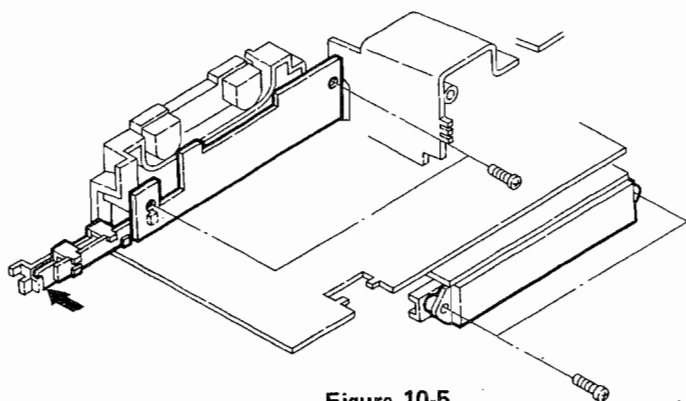

Figure 10-5
1. Remove two screws at the APSS P.W.B. and Indicator (LED) P.W.B. holder at the main frame. See Fig. 10-5.
3. Remove two screws at the input/output terminal board. See Fig. 10-5.
1. Die beiden Schrauben der APSS-Leiterplatte und den Anzeige (Leichtdiode)-Leiterplattenhalter des Hauptrahmens entfernen. Siehe Abbildung 10-5.
3. Die beiden Schrauben am Eingangs-/Ausgangsbuchse entfernt. Siehe Abbildung 10-5.
1. Enlever deux vis situées sur la plaquette de montage imprimé de l'APSS et le support de la plaquette de montage imprimé du témoin (LED) situé sur le bâti principal. Voir la Figure 10-5.
3. Enlever les deux vis à la plaque de borne d'entrée/sortie. Voir la Figure 10-5.